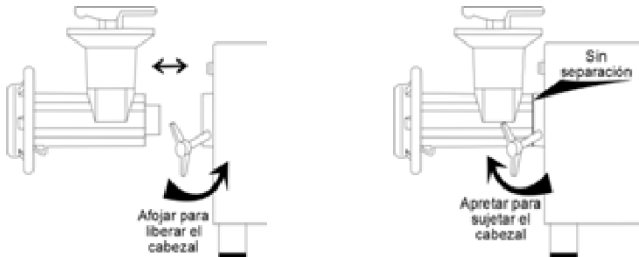

FIG.4 SUJECIÓN DEL CABEZAL
- 1.- Retire la tuerca (17) girándola en contra de las manecillas. Extraiga el cedazo (16), Navaja (15) y el gusano (13).
- 2.- Gire la perilla para cabezal (7) en contra de las manecillas para aflojar el cabezal (10) y retirarlo. (ver FIG. 4).